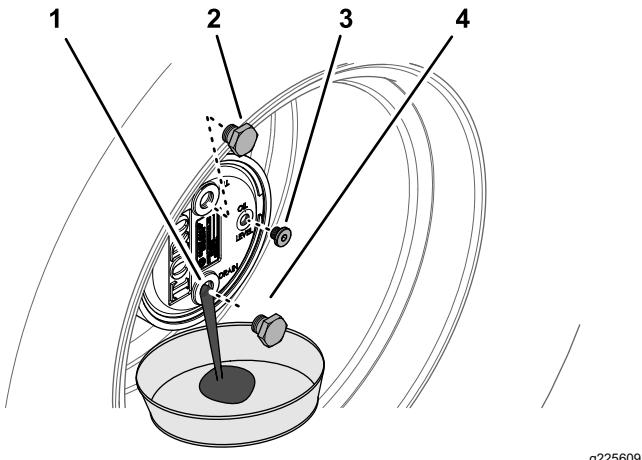

Figura 82
2. Retire el tapón de llenado en la posición de las 12 y el tapón de verificación en la posición de las 3 (Figura 82).
3. Coloque un recipiente debajo del cubo planetario, retire el tapón de vaciado en la posición de las 6 y deje que el aceite se drene por completo (Figura 82).
5. Instale el tapón de vaciado en el orificio de vaciado del engranaje planetario (Figura 82).